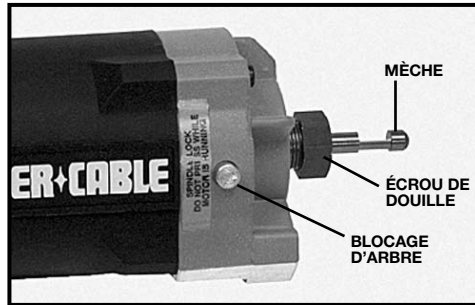

Fig. 2
3. Appuyez sur le blocage d'arbre (Fig. 2) et faites tourner l'écrou de douille en sens horaire à la main jusqu'à ce que le blocage engage le trou de l'arbre du moteur.
Le guide de bord droit (D) (Fig. 2) peut être utilisé pour affleurer les bords droits longs.